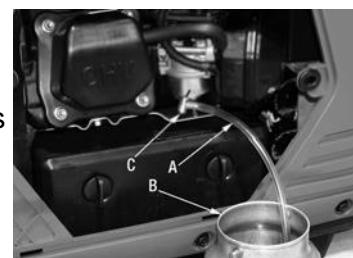

Bild 13
- Öppna serviceluckan på elverkets baksida. Lägg förgasarens dräneringssläng (A, bild 13) i lämpligt kärl (B).
- Skruva upp förgasarens fjäderskruv (C, bild 13).